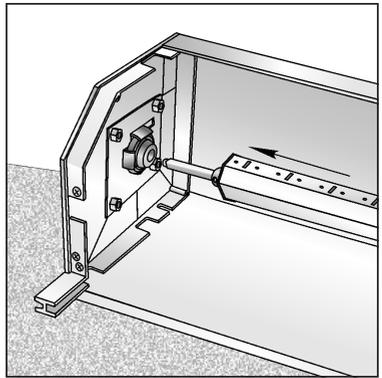

Abb. 16
- d) Montieren Sie zusammengebaute Welle im Rollladenkasten (Abb. 16);